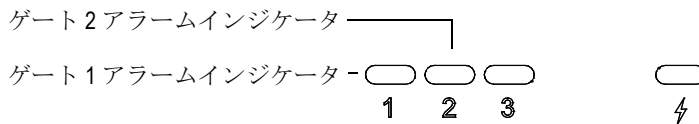

図 2-13 ゲート 1 およびゲート 2 アラームインジケータランプ
- EPOCH 600 の前面パネルにある 2 つのアラームインジケータ（LED）のいずれかが点灯する（50 ページ図 2-13 参照）。